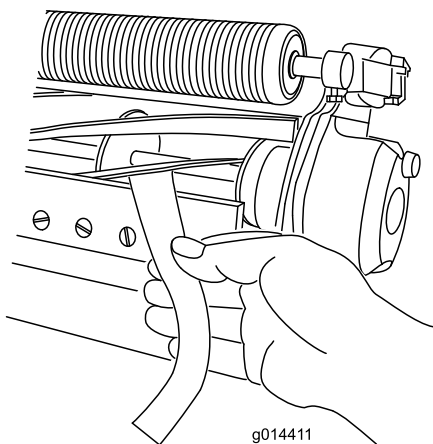

Рисунок 10
- B. Вставьте длинную полоску специальной бумаги Toro (№ 125-5610 по каталогу Toro) между барабаном и неподвижным ножом перпендикулярно неподвижному ножу, (**Рисунок 10**), затем **медленно** вращайте барабан вперед; при этом бумага будет разрезаться; в противном случае повторяйте пункты **A** и **B** до тех пор, пока не начнется разрезание бумаги.
11. Вставьте длинную полоску специальной бумаги Toro (№ 125-5610 по каталогу Toro) между барабаном и неподвижным ножом перпендикулярно неподвижному ножу (Рисунок 10), затем **медленно** вращайте барабан вперед; при этом бумага будет разрезаться; в противном случае поверните регулировочный винт неподвижного ножа по часовой стрелке на один щелчок и повторяйте действия, описанные в этом пункте, до тех пор, пока бумага не начнет разрезаться.